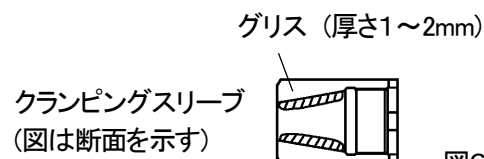

図6-6
- (4)クランピングスリーブの内側(ジョーと接する面)にグリスを充分に塗布してください。(図6-6)